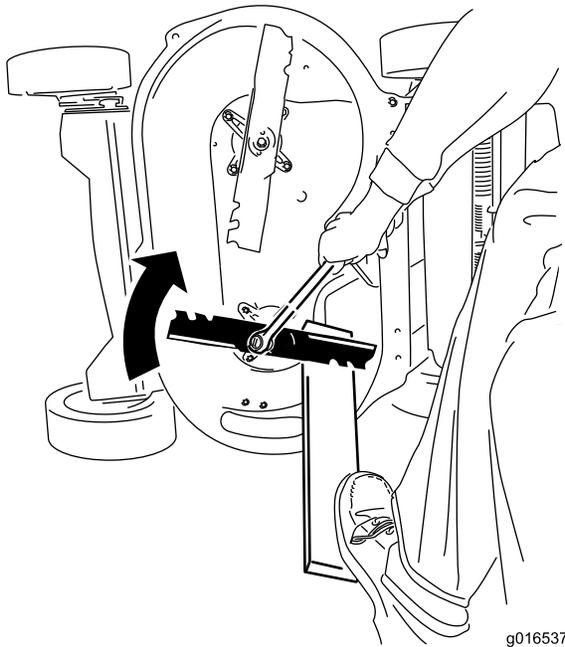

Figura 45
2. Apoye cada cuchilla en un trozo de madera, y gire el perno de la cuchilla en el sentido de las agujas del reloj con una llave dinamométrica, según se muestra en Figura 45; apriete el perno de la cuchilla a 60 pies-libra (82 Nm).